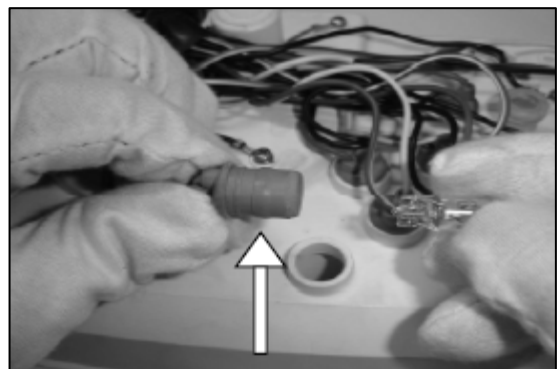

Fig. 155
5. Sostenga el foco y tire de el para quitarlo. (Fig. 155)